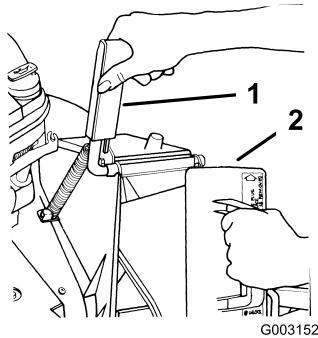

Figura 6
1. Abra la puerta de descarga tirando del tirador hacia adelante y desplazando la puerta hacia atrás (Figura 6). Mientras inserta el tapón, sujeté el tirador de la puerta para evitar que el muelle cierre la puerta.
2. Puesto que el tapón es algo más ancho que la abertura del conducto de descarga, gire el tapón ligeramente en el sentido de las agujas del reloj al insertarlo (Figura 6).